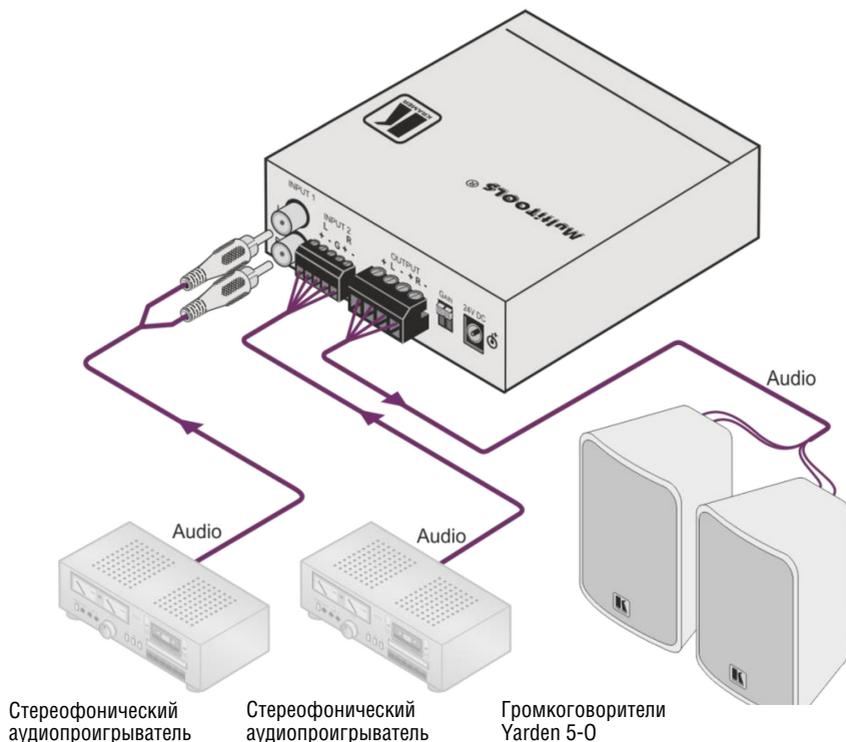

Рис. 7. Подсоединение громкоговорителя Yarden 5-0
6. Повторите шаг 5 для второго громкоговорителя (см. рис. 7).
Имеется возможность непосредственного подключения громкоговорителей к усилителю, например, к усилителю мощности / микшеру Kramer 907xl, как это показано на рис. 7: